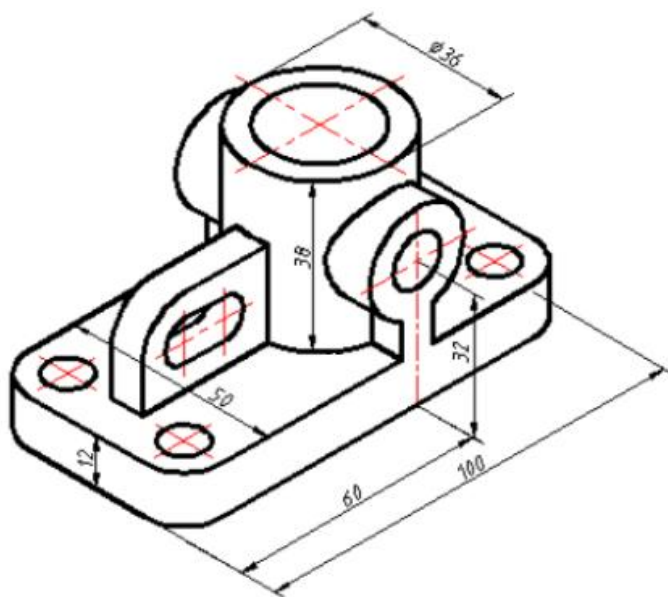

图 8.1 组合体轴测图 (a)
- 1、根据图 8.1 所示组合体轴测图，运用 SolidWorks 创建三维模型，并提交创建的三维模型文件。